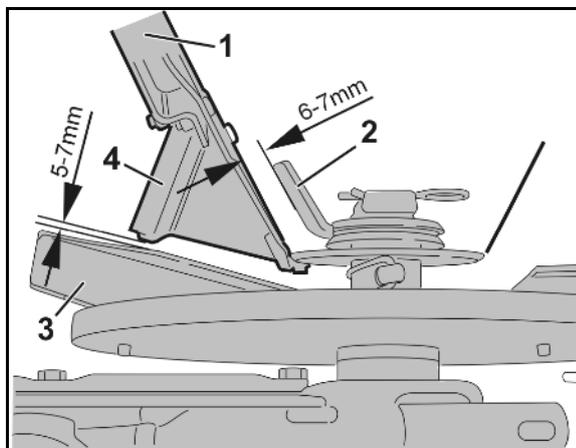

Fig. 103
- o doit s'emboîter facilement le gabarit de réglage (en option Fig. 103/1).
2. Placez le gabarit de réglage (Fig. 103/1).